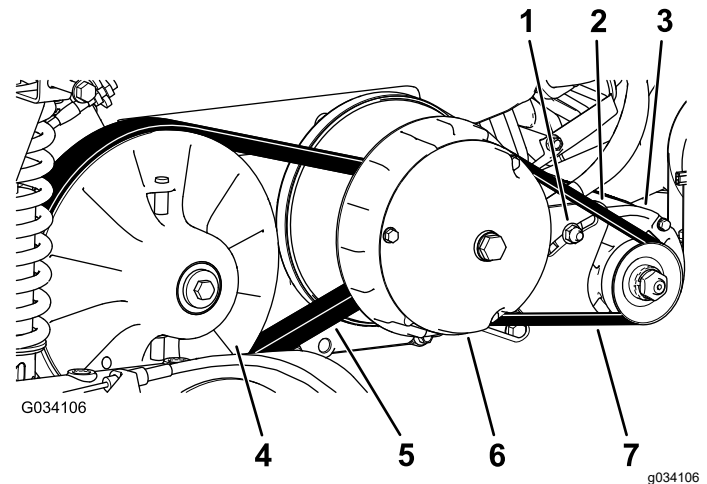

Figura 66
6. Haga girar la correa e inspecciónela (Figura 66) para asegurarse de que no está excesivamente desgastada o dañada.
3. Haga girar la correa y llévela sobre el embrague secundario (Figura 66).
4. Retire la correa del embrague primario (Figura 66).
5. Coloque la correa nueva sobre el embrague primario (Figura 66).
6. Haga girar la correa y llévela sobre el embrague secundario (Figura 66).
2. Afloje la tuerca del pivote del generador de arranque (Figura 66).
4. Aplique presión descendente sobre la palanca para hacer girar el motor de arranque hacia abajo en la ranura, hasta que la tensión de la correa sólo permita una desviación de 6 mm ($\frac{1}{4}$ ") con una fuerza de 44 N·m (10 pies-libra) (Figura 66).
5. Apriete la tuerca del pivote a mano y retire la palanca (Figura 66).